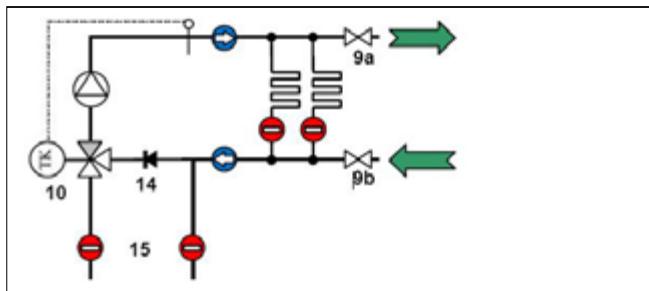

Fig. 8-3
2. Chiudere le valvole a sfera (15).
5. collegare il flessibile di carico alla valvola di carico/scarico sul ritorno (9b, Fig. 8-3) e il flessibile di scarico alla valvola di carico/scarico sulla mandata (9a, Fig. 8-3).